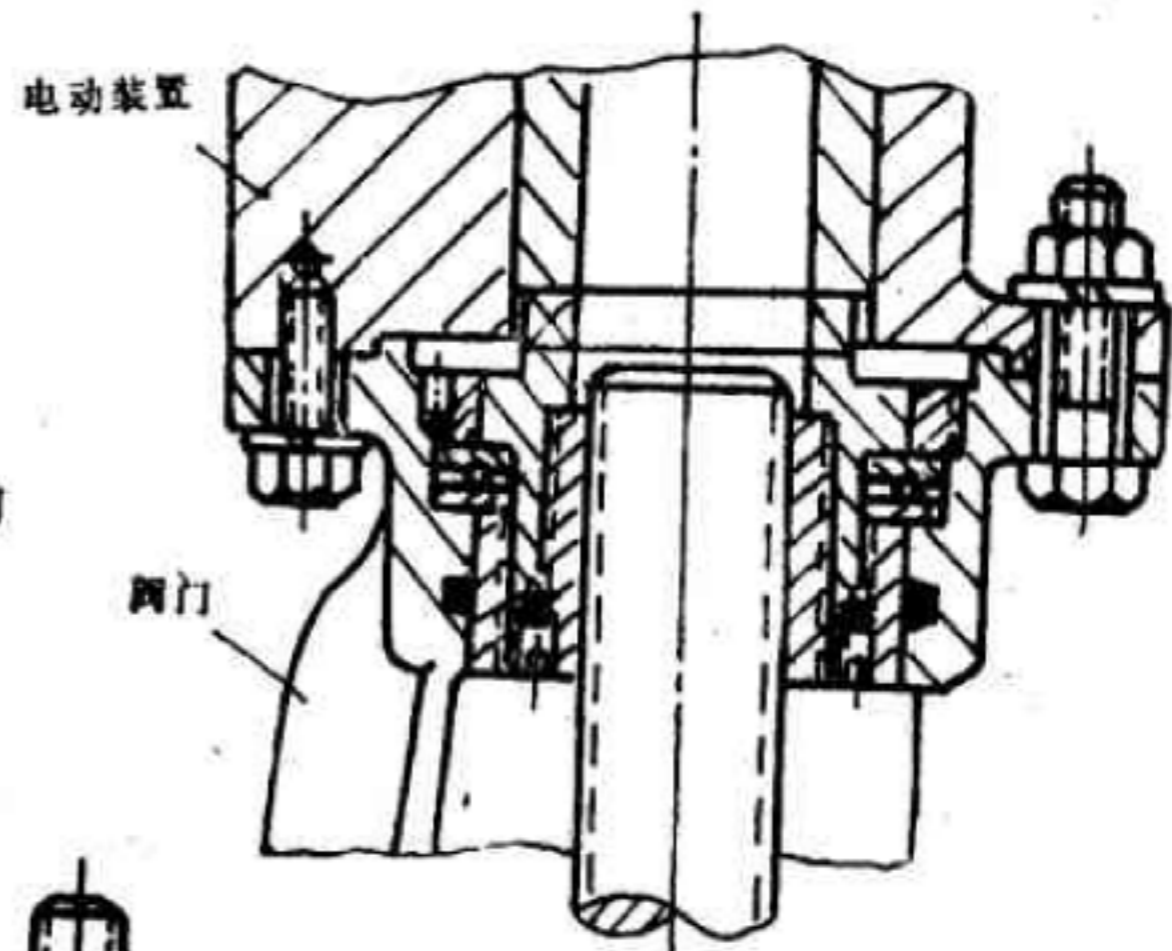

图1
5. 闸阀、截止阀、节流阀和隔膜阀用电动装置（Z型）的连接形式和尺寸应符合图1和表4的规定。
闸阀、截止阀、节流阀和隔膜阀用电动装置的安装见附图1。